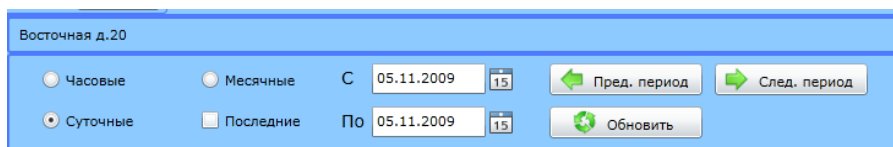

Рис. 69 Панель управления
- Верхняя – панель управления (Рис. 69) предназначена для выбора типа архива и периода времени, за который нужно отображать данные для просмотра и генерации отчетов.